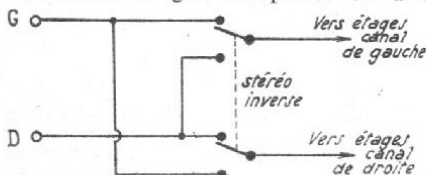

FIG. 15
**Inversion des canaux :** Cette commutation permet d'appliquer les signaux « gauche » à l'entrée de l'amplificateur du canal de droite et les signaux « droite » à l'amplificateur de gauche, comme indiqué par le schéma de la figure 15. On peut ainsi, dans le cas d'un enregistrement stéréophonique d'une bande magnétique, par exemple, rétablir le branchement adéquat des têtes, même si l'enregistrement n'est pas conforme au standard.